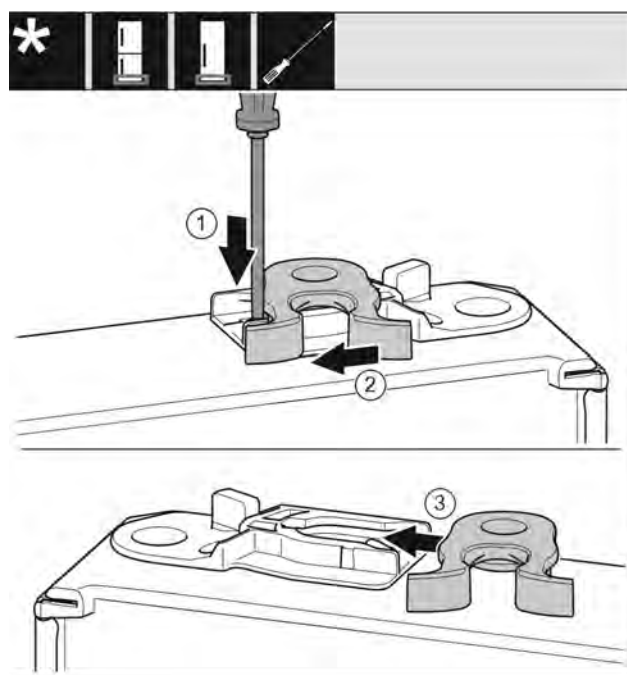

Fig. 27
- ▶ Нажмите шлицевой отверткой на накладку вниз. Fig. 27 (1)
- ▶ Выведите запорный крючок из направляющей. Fig. 27 (2)
- ▶ Вставьте запорный крючок в направляющую с другой стороны. Fig. 27 (3)